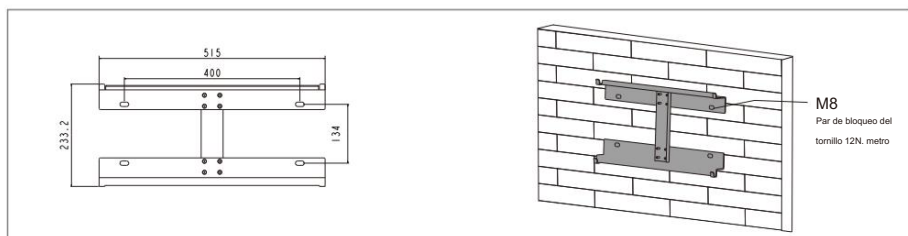

Figura 3.4-1 Instale la placa colgante del inversor
Paso 1. Utilice el soporte de montaje como plantilla para perforar 4 orificios en las posiciones correctas (10 mm de diámetro y 80 mm de profundidad). Utilice pernos de expansión M8 en la caja de accesorios y fije firmemente el montaje con un soporte de taladro de 12 mm en la pared. La instalación del soporte del inversor se muestra en la Figura 3.4-1.